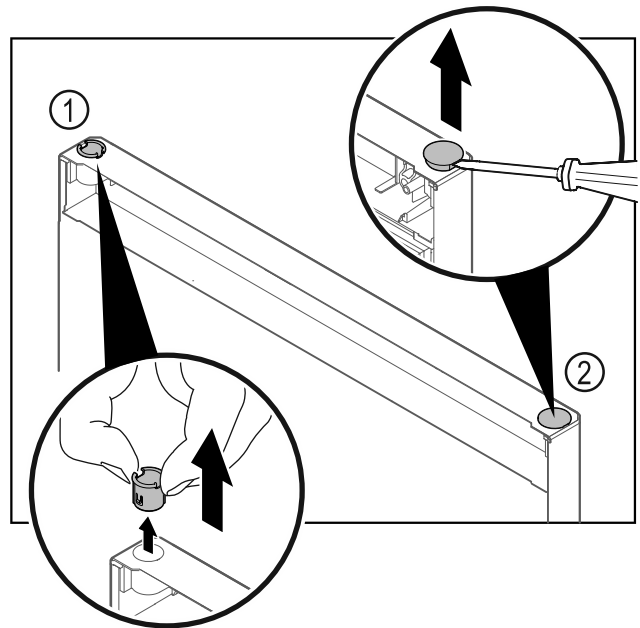

Fig. 15
- Retirer la bague Fig. 15 (1) avec les doigts.
- Soulever délicatement le bouchon Fig. 15 (2) avec un tournevis plat et le retirer.